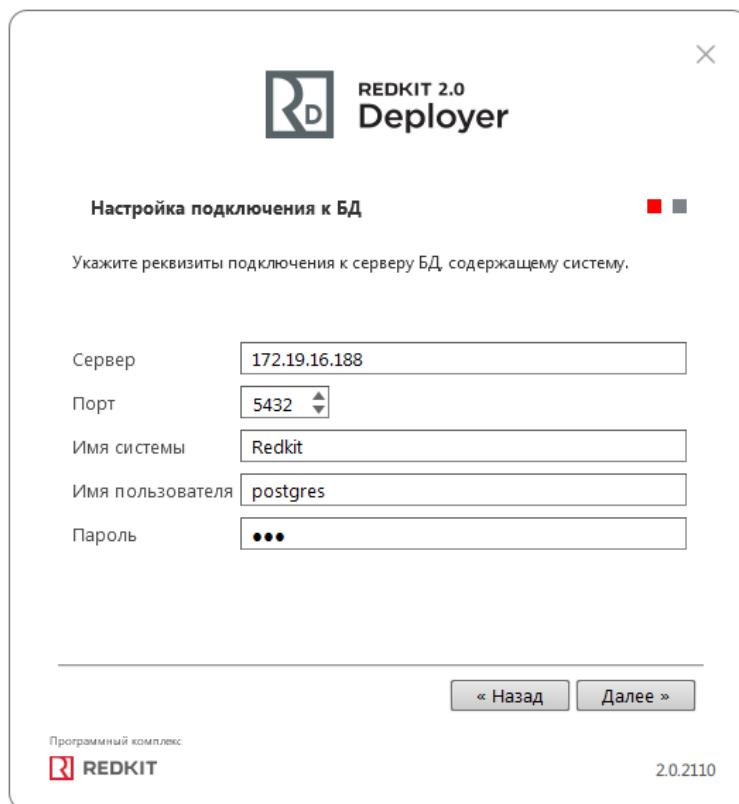

Рисунок 220 - Укажите реквизиты
3. Укажите реквизиты основного сервера, порт оставьте по умолчанию. Введите имя пользователя и пароль из п.6 раздела Установка Postgres. Нажмите **Далее** (Рисунок 220).